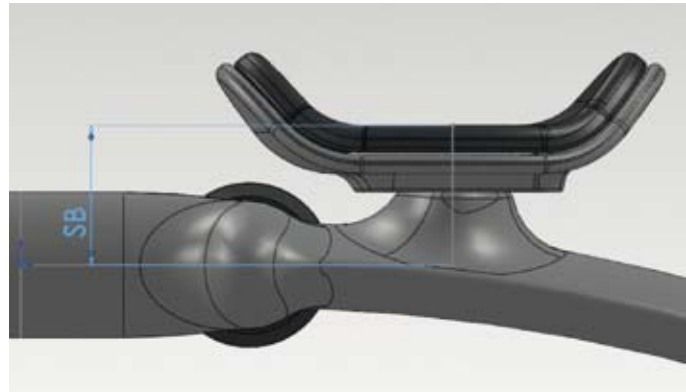

Figure 3a
- stack (hauteur SB) et reach (longueur RB) entre le centre du guidon et le centre des appuis bras (Figure 3a and 3b).